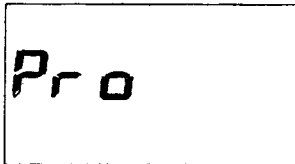

Fig. 5.6
Hvis De ønsker at programmere et individuelt varmeprogram skal De foretage Dem følgende: Programmeringstasten **Pro** (10) trykkes ind og rumtermostaten skifter nu til programmering (fig. 5.6)